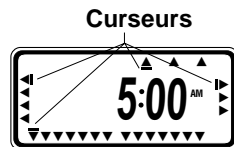

FIGURE 4 : L'écran et les curseurs
- Un curseur s'affiche ensuite sous la flèche représentant l'année, le mois, puis la date [voir la figure 4].